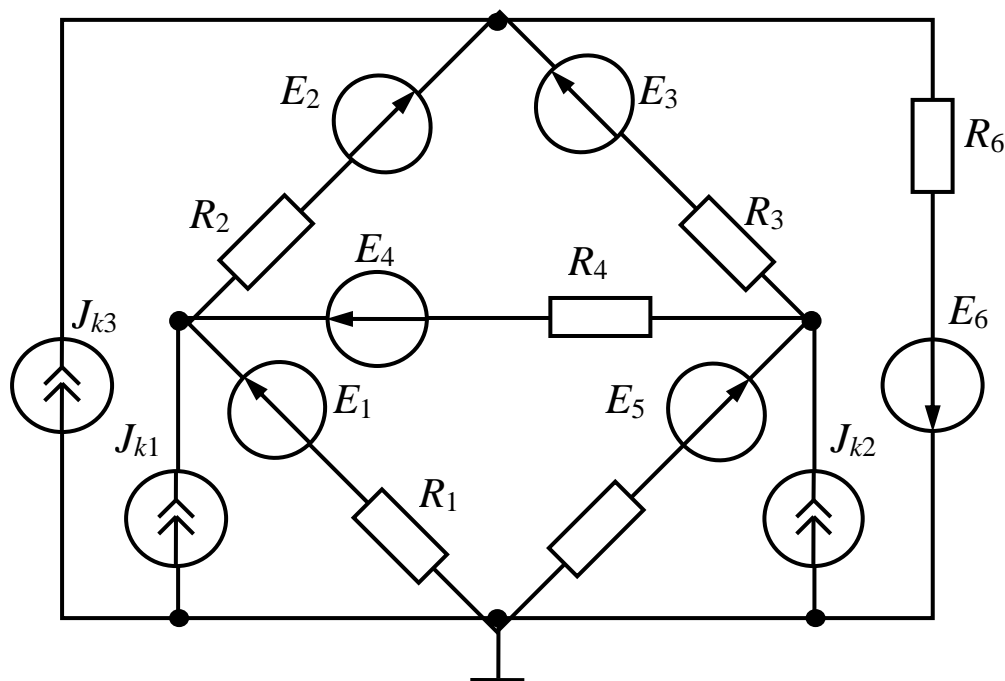

Рисунок 2.1 Исходная электрическая схема
2.2.1 Дана исходная электрическая схема (рисунок 2.1).